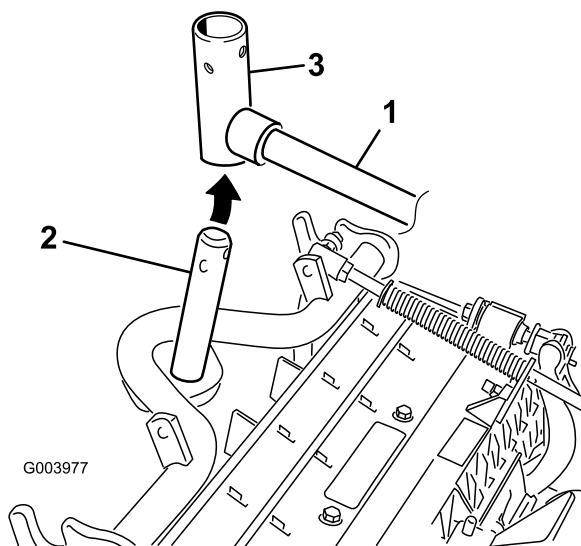

Figura 11
8. Per gli elementi di taglio anteriori, infilate un elemento di taglio sotto il braccio di sollevamento mentre inserite l'albero del telaio portante nella forcella del braccio di sollevamento (Figura 11).
- B. Inserite la forcella del braccio di sollevamento nell'albero del telaio portante (Figura 11).